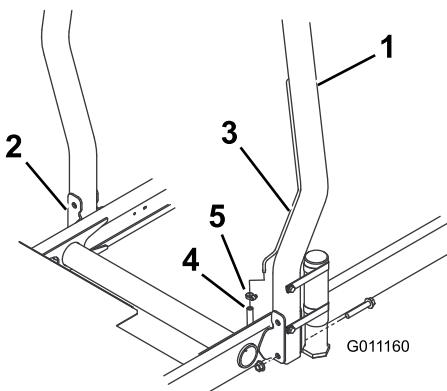

図 9
- ROPSを機体の固定穴に差し込み、取り付け穴を整列させる。ROPSについている換気管が機体の左側にくるように配置すること(図 9)。
- ROPSのそれぞれの側をフランジヘッド・キャップスクリュとロックナット(各2)で固定する(図9)。60 ft-lbs (8.3 kg.m)にトルク締めする。